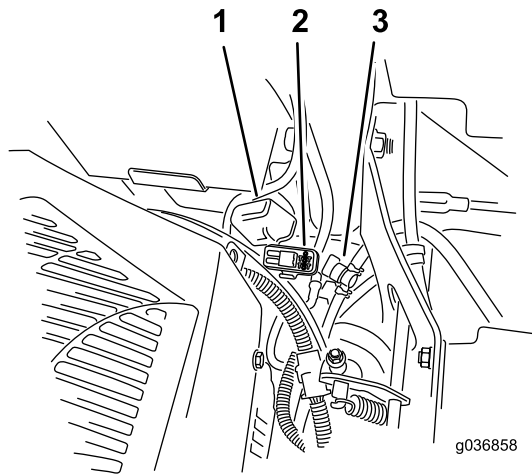

Bild 53
Hinweis: Achten Sie bei Maschinen des Typs MyRide darauf, dass das Erdungskabel nicht am Längslenker oder an der unteren Stoßdämpferbrücke scheuert (Bild 53).
Die Sicherungen befinden Sie rechts am Armaturenbrett neben dem Sitz (Bild 53).
2. Setzen Sie eine neue Sicherung ein (Bild 53).